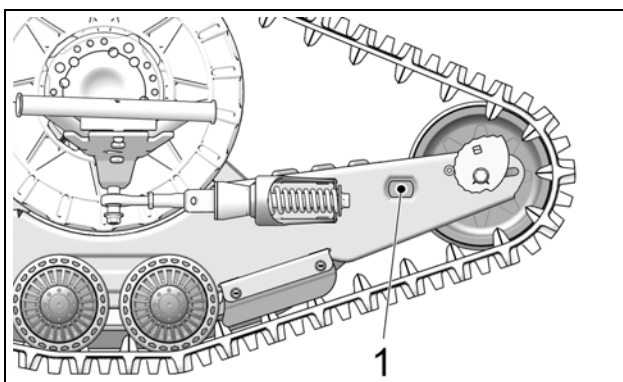

Figure 5
- Un niveau à bulle (1) est fixé à l'intérieur des cadres avant. La bulle doit être parfaitement centrée pour ajuster le système de traction au bon angle d'attaque. Voir la Figure 5.